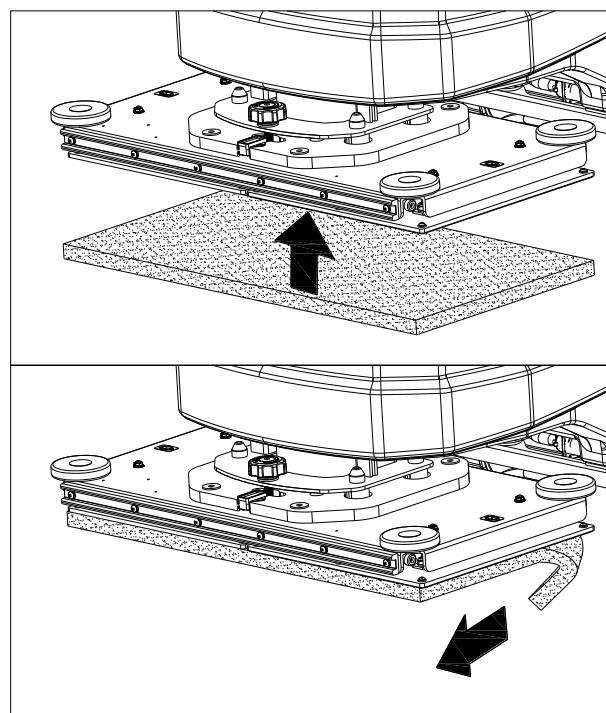

Figura 10
2. Usar o método manual instalar ou retirar a esponja como (Figura 10)